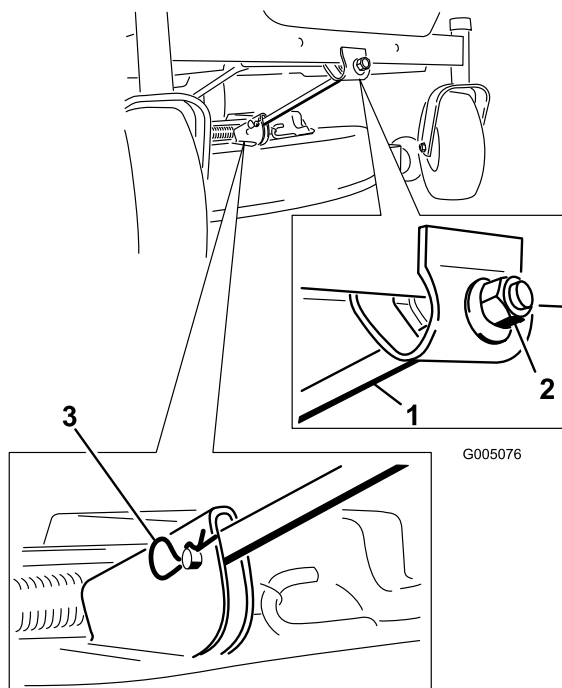

Figura 56
4. Togliete la coppiglia a forcina e il perno con testa dall'asta di sostegno anteriore (Figura 56). Abbassate con cautela la parte anteriore del piatto di taglio fino al suolo.
6. Montate l'asta di sostegno anteriore sul piatto di taglio con il perno con testa e la coppia a forcina (Figura 56).